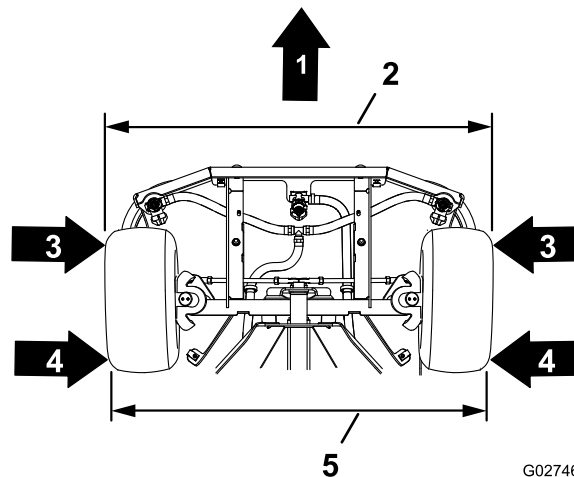

Figure 78
4. Mesurez la distance entre les 2 faces avant des pneus avant, comme montré à la Figure 78.
5. Mesurez la distance entre les 2 faces arrière des pneus avant, comme montré à la Figure 78.